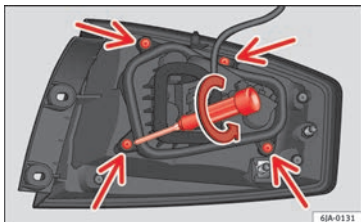

Abb. 100 Befestigungsschrauben an der Rückseite der Heckleuchteinheit
- Lösen Sie mit dem Einsteck-Schraubendreher oder einem T20 Torx-Schlüssel die vier Befestigungsschrauben des Lampenträgers durch Drehen gegen den Uhrzeigersinn » Abb. 100. Achten Sie darauf, die Befestigungsschrauben des Lampenträgers nicht zu verlieren.